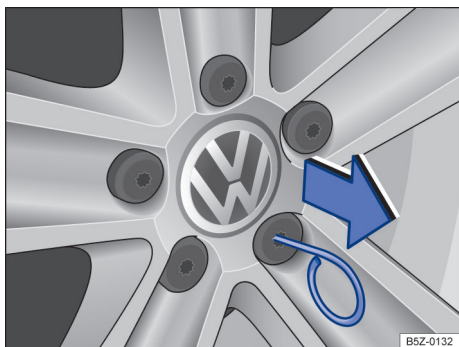

Fig. 159 Retirar as capas de cobertura dos parafusos da roda.
- Passar o gancho extrator pela abertura da capa de cobertura → Fig. 159 e retirar no sentido da seta.